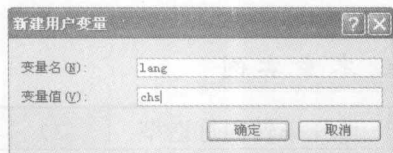

图 1-2 【新建用户变量】对话框
STEP 2 在【环境变量】设置对话框中单击用户变量中的【新建】按钮系统弹出【新建用户变量】对话框，设置参数后，单击【确定】按钮退出，如图 1-2 所示。